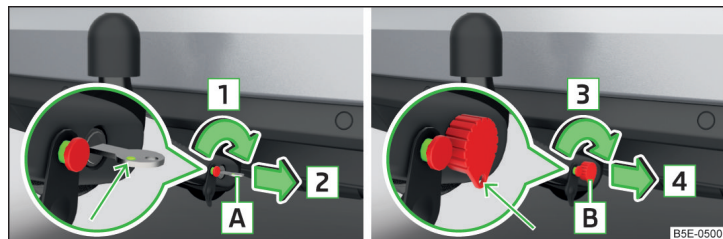

Fig. 165 Bloquear cerradura: Variante de llave 1 / variante de llave 2
- Gire la llave [A] en el sentido de la flecha [1] de modo que su marca verde sea visible » fig. 165.
- Gire la llave [B] en el sentido de la flecha [3] de la manera, que la argolla de llave muestra hacia abajo » fig. 165.